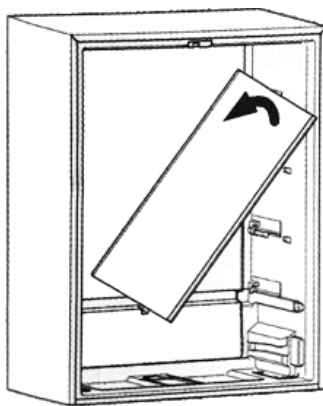

Рис. 2
2. Приподнимите одну из сторон полки вверх и поверните её в направлении стрелки, прежде чем извлечь (рис. 2).